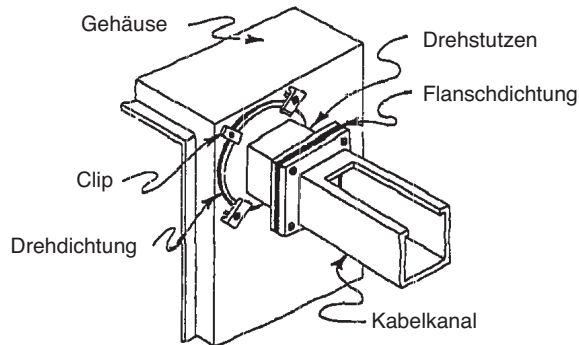
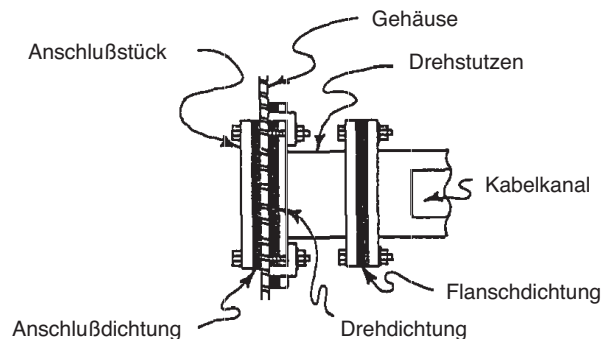

Abb. 9
Abb. 10
2. Bringen Sie das Anschlußstück und die Anschlußdichtung an der Innenseite des Gehäuses an (Abb. 10). Richten Sie nun die runde Drehdichtung und den Drehstutzen an der Außenseite des Gehäuses, wie in Abb. 9 und 10 gezeigt, aus. Bringen Sie die Clips über dem runden Flansch des Drehstutzens an und montieren Sie die Schrauben und Muttern.